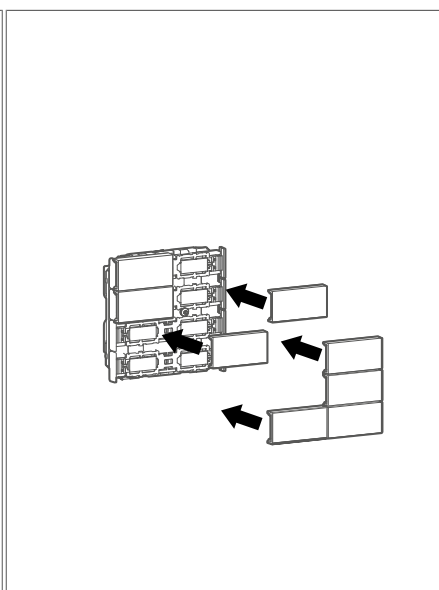

Bild 12: Tasten aufstecken
- Tasten auf das Tastsensormodul aufstecken (Bild 12).